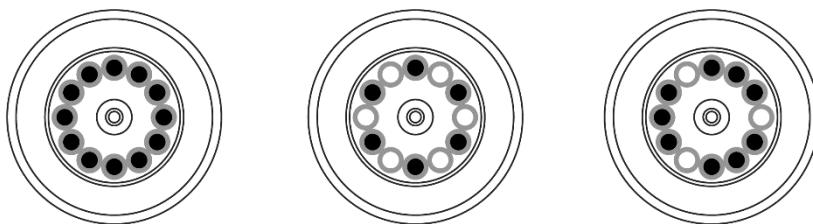

Рисунок 4 - Правильная балансировка ротора
8.6. Всегда балансируйте ротор перед центрифугированием. На рисунке выше приведены примеры правильно сбалансированных роторов (Рисунок 4).